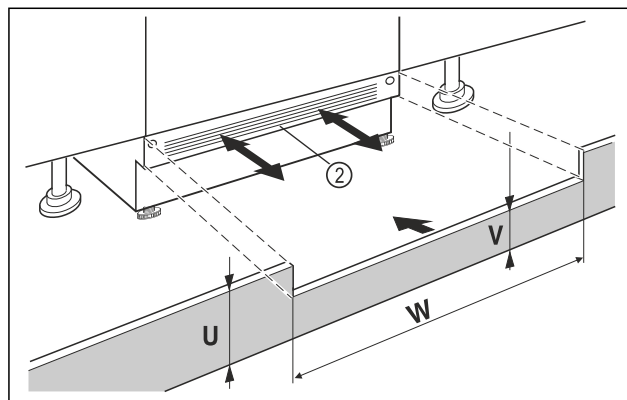

Fig. 40 Vejledende illustration
- Påsæt enhedens sokkelpanel Fig. 40 (2), men uden at fastgøre den.
- Ved synligt sokkelpanel Fig. 40 (2) skal det trækkes så langt frem som muligt, så forkanten af ventilationsgitteret og møbelsokkelpanelet danner ét plan.
- Ved skjult sokkelpanel Fig. 40 (2) skal det skubbes helt tilbage.
- Se til, at ventilationsslidserne er helt frie: Ved behov kan man tilskære møbelsokkelpanelet Fig. 40 (U) i højden!
- Længs nichebredden Fig. 40 (W) tilpasser man stanghøjden Fig. 40 (V) under enhedssokkelpanelet Fig. 40 (2).